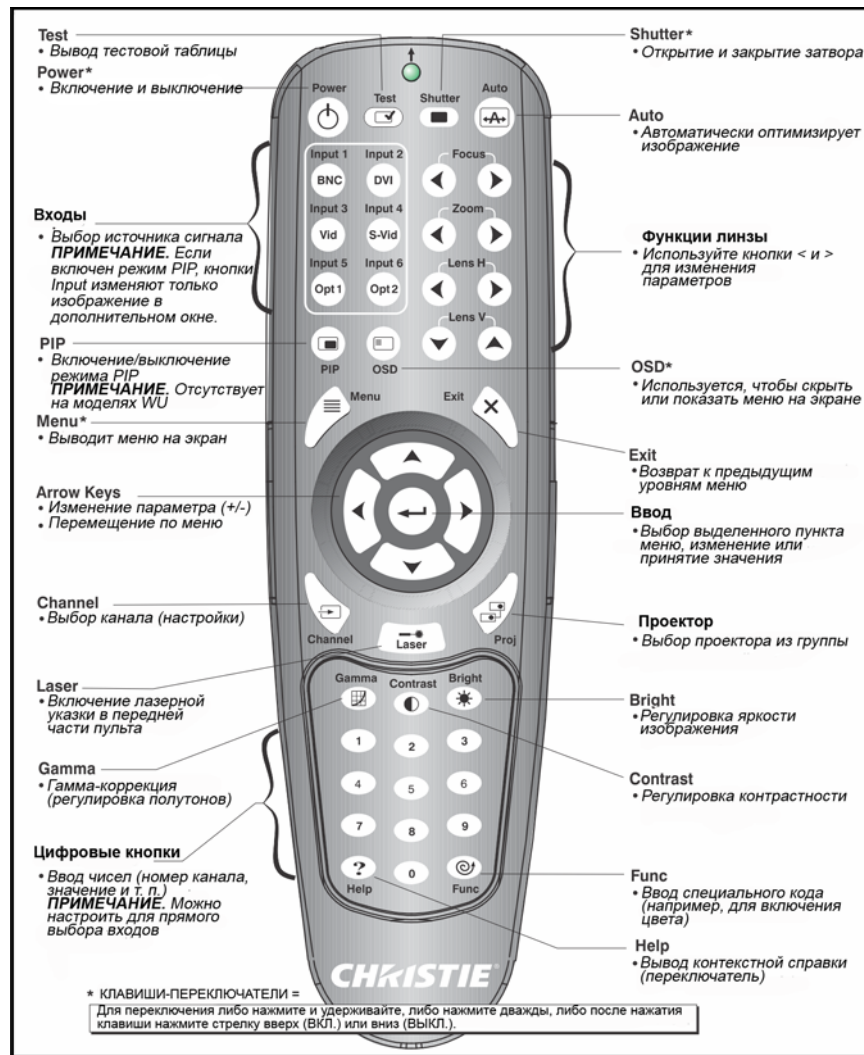

Рис. 3-3 Стандартный инфракрасный пульт дистанционного управления
- **Стандартный инфракрасный пульт дистанционного управления** (Рис. 3-3), который может использоваться как в проводном (кабель длиной 30 м входит в комплект поставки), так и в беспроводном (на расстоянии до 30 м) режиме
См. описания кнопок пульта ДУ (Рис. 3-3).
Если пульт управления потребуется использовать в проводном режиме, подключите кабель (в комплект поставки входит кабель длиной 30 м) к 3-штырьковому разъему XLR (Рис. 3-3), расположенному на задней стороне проектора. Кроме того, вам потребуется соответствующим образом выставить внутренние переключатели. Пульт управления рекомендуется использовать в проводном режиме в следующих случаях: